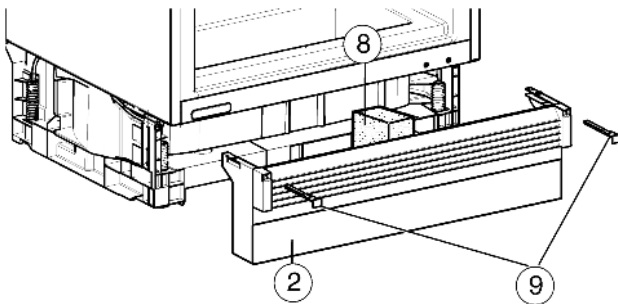

Fig. 13
- ▶ Вставити пінопласт Fig. 13 (8) - це важливо для нормальної відокремленої циркуляції потоку повітря!
- ▶ Знову встановіть цокольну заглишку Fig. 13 (2).
- ▶ Якщо цокольна заглишка Fig. 13 (2) знаходиться на видноті, то цокольну заглишку Fig. 13 (2) витягніть вперед настільки, щоб передній край вентиляційної решітки та меблевої цокольної заглишки були на одному рівні.
- ▶ При схованій цокольній заглишці Fig. 13 (2) здвиньте цокольну заглишку назад до упору.
- ▶ Зафіксувати цокольну заглишку: використовувати загвіздок Fig. 13 (9) для міцної фіксації цокольної заглишки.